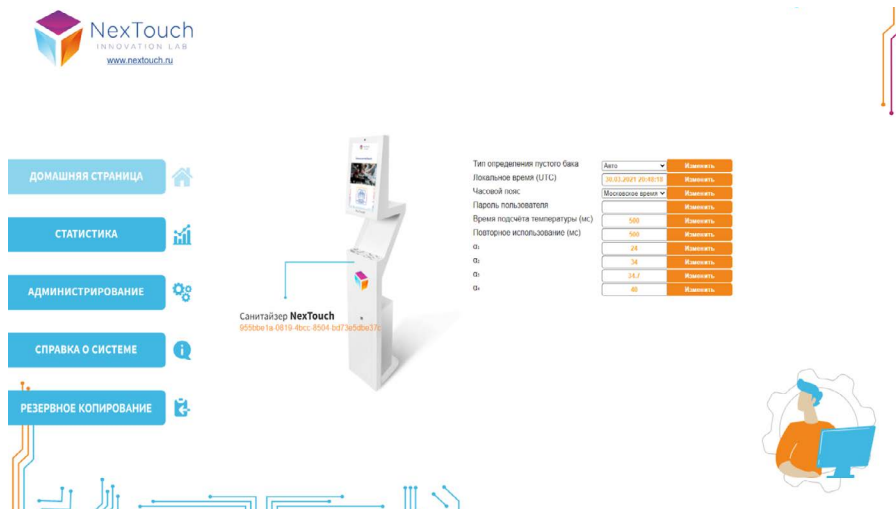
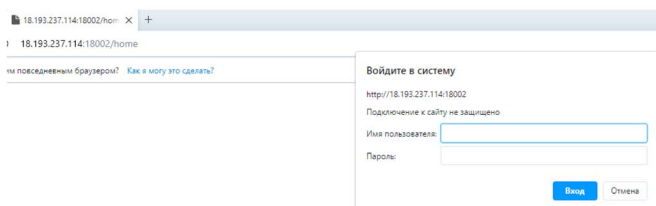

Рис. 19. Главная страница Портала управления (страница открывается в браузере компьютера)
Рис. 21. Запрашивание порталом управления данных для доступа
5. При первом открытии сайта будут запрошены данные для входа: логин и пароль (рис.21 данного документа). Логин: root. Пароль: root. В некоторых версиях ПО пароль может быть: admin После введения корректных данных откроется Портал управления (рис.19 данного документа).